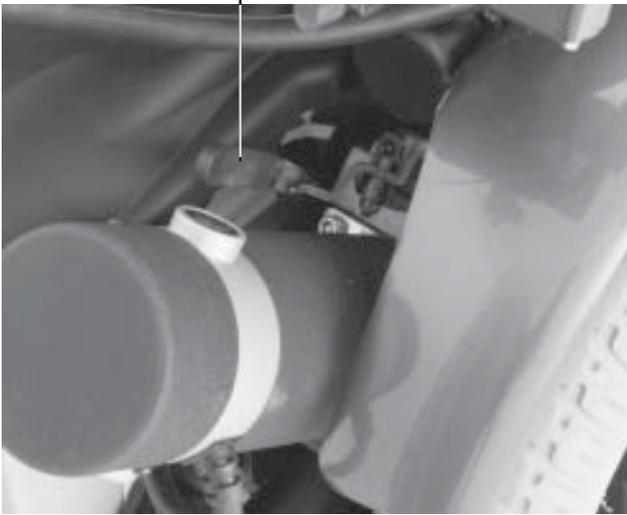

Figure 7. Position débrayée (au neutre)
Votre fauteuil motorisé est équipé de deux leviers de débrayage (roues libres), installés sur les moteurs. Voir les figures 7 et 8. Ces leviers vous permettent de désengager les moteurs et de manœuvrer le fauteuil manuellement. Vous pouvez pousser le fauteuil manuellement par le dossier ou en poussant la base elle-même si le siège est enlevé.
1. Tirez le levier de roues libres vers l'intérieur pour passer en roues libres (la traction est désembrayée). Voir la figure 7.